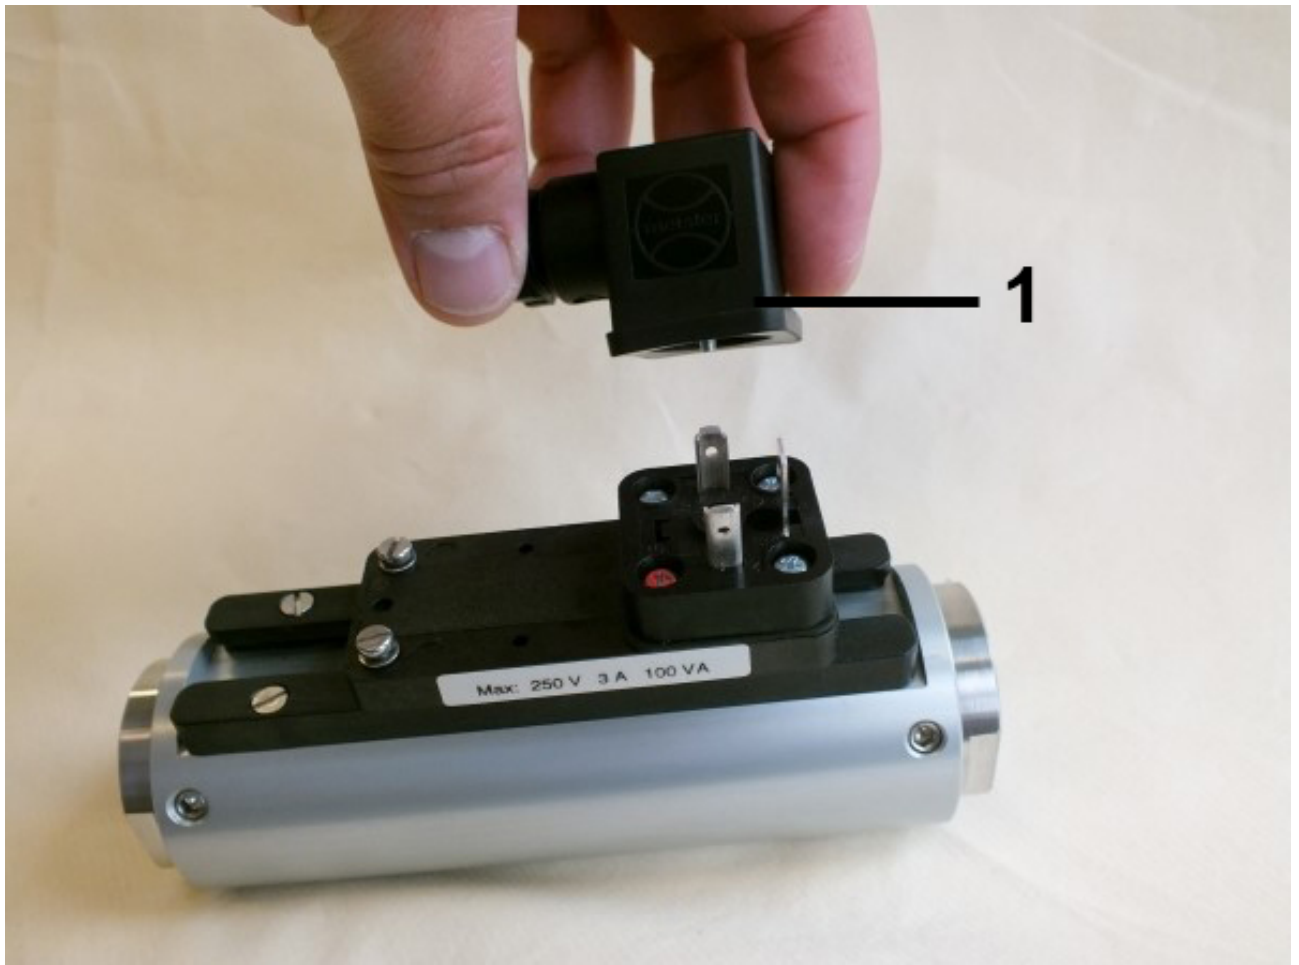

Abb. 28: Steckerdose abziehen
2. ➔ Ziehen Sie die Steckerdose (Abb. 28/1) ab